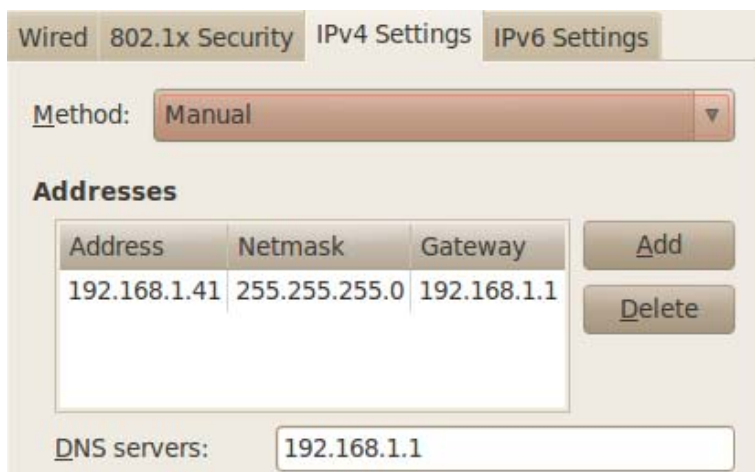

图 2-1-3
- 2) 选中 Auto eth0，并按下 Edit 按钮对其进行修改。切换到 [IPv4 Settings] 选项，[Method] 选择 Manul，然后添加 IP 地址和子网掩码等。其中 IP 地址应与 windows 下主机在一个段，例如：设置主机的 IP 地址为 192.168.1.43，虚拟机中 IP 地址为：192.168.1.41。设置结果如图 2-1-3 所示：